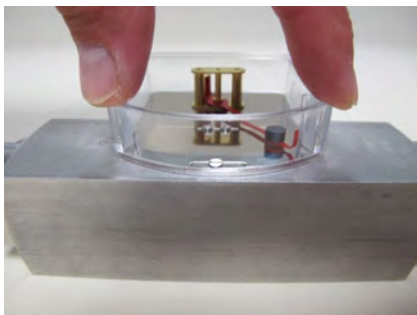

Abb. 64
- 14.** ▶ Kunststoffgehäuse auf die Anzeige-Bodenplatte aufsetzen und andrücken bis dieses einrastet (Abb. 64)